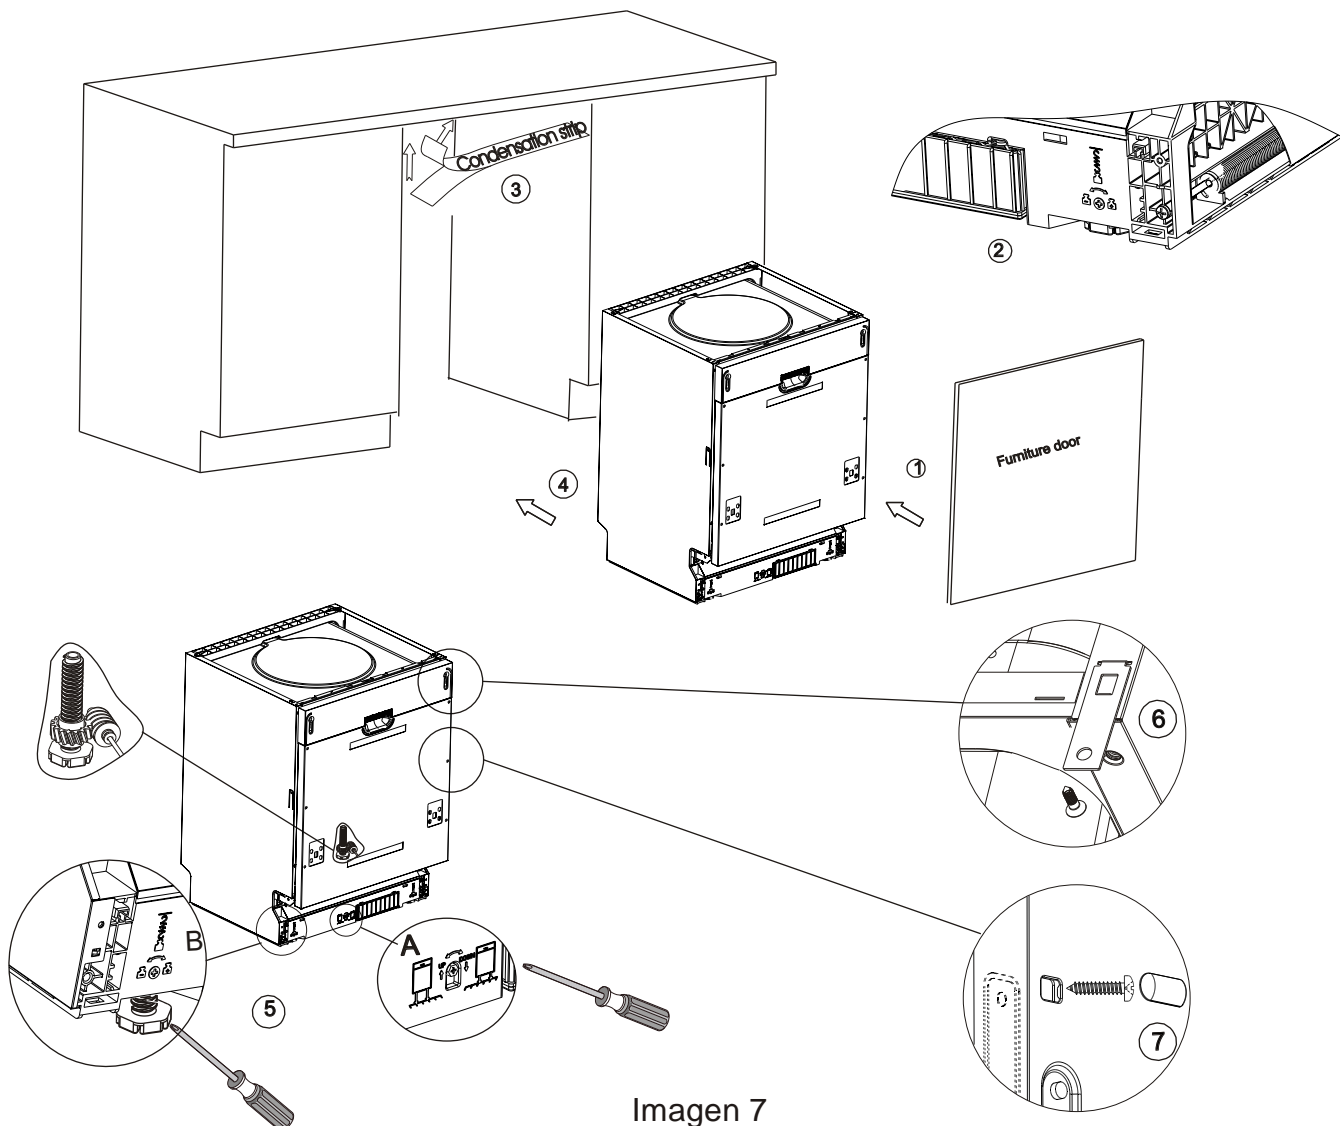

Imagen 7
B. Superficie de mármol o granito; fije el lateral con Tornillos (Ilustración 7).